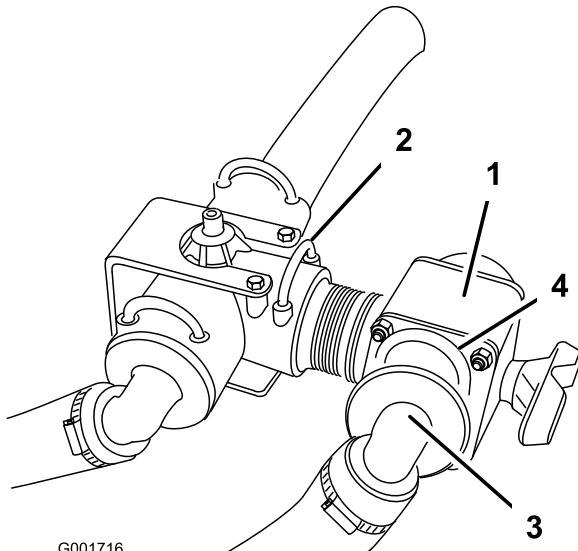

図 9
4. 新しい制御バルブを、送液 T 字フィッティングの後ろ向きのポートに取り付け、新しいリテナフォークで固定する（図 9）。
6. ブーム送液ホースを制御バルブのポートに接続し、先ほど取り外したリテーナで固定する（図 9）。